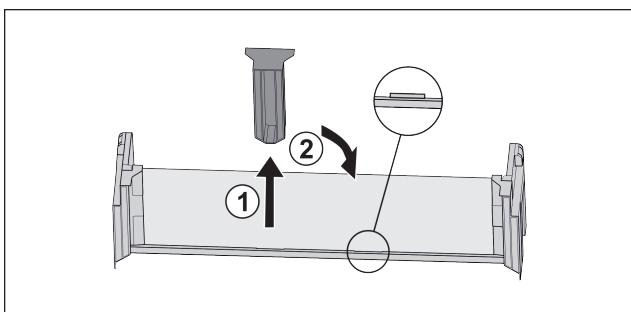

Fig. 22 \*
- Изтеглете средната задържаща част Fig. 22 (1).\*
- Вкарайте средната задържаща част на втората позиция Fig. 22 (2).\*